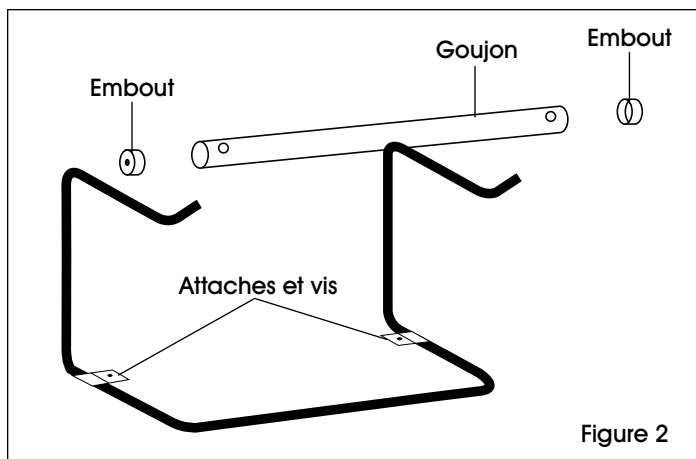

Figure 2
2. Fasten dispenser to tabletop using clips and screws provided. (See Figure 2)
2. Fixez le distributeur au dessus de table à l'aide des attaches et des vis fournies. (Voir Figure 2)